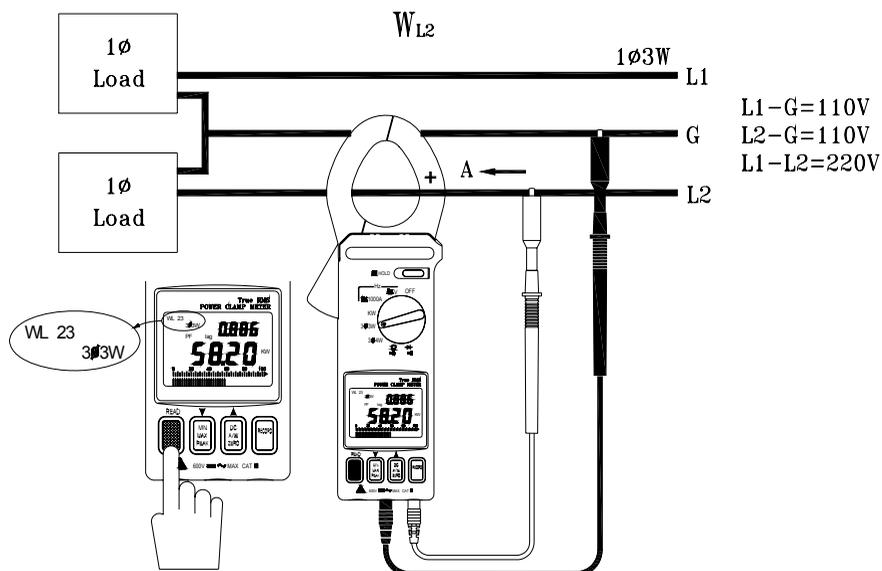

Figura 12
B. Misura W_{TS} o W_{L2G} (consultare figura 12).